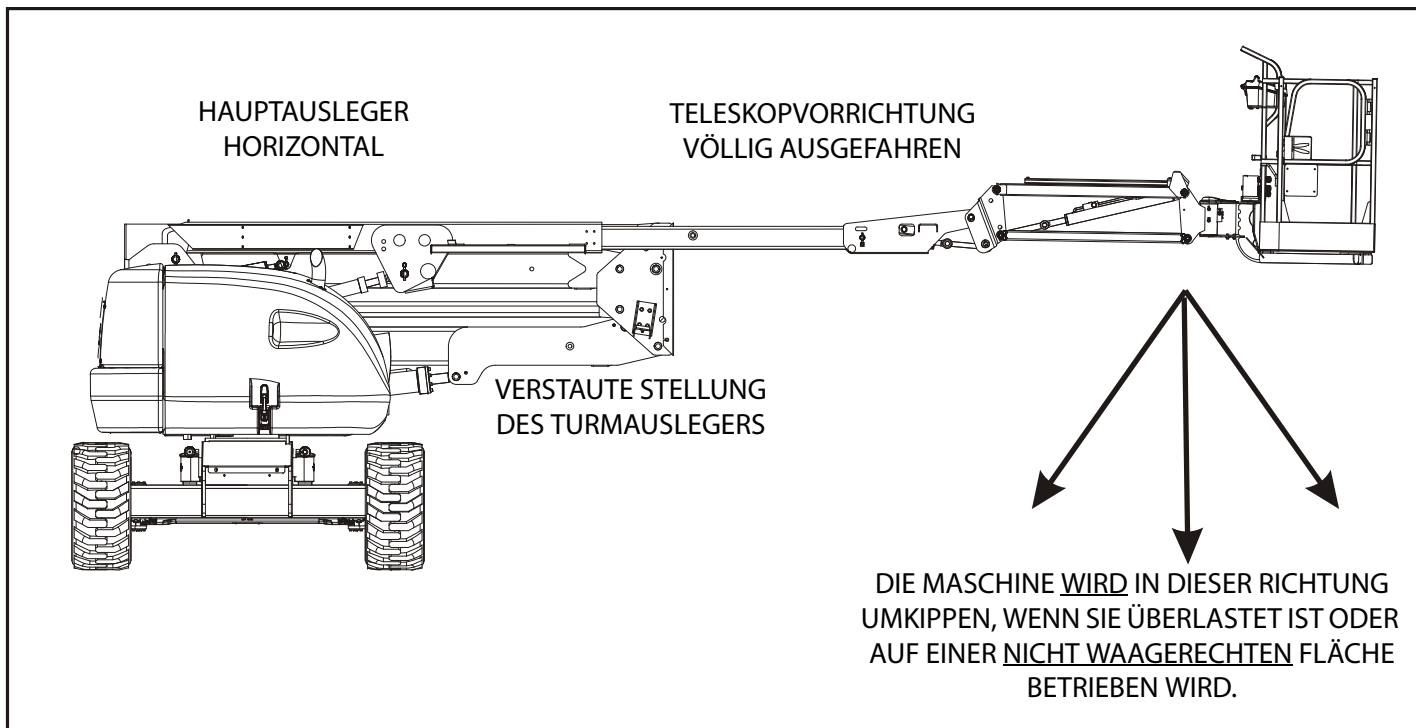

Abbildung 4-1. Stellung der geringsten Vorwärtsstabilität
Die Stabilität der Maschine beruht auf zwei (2) Bedingungen, die als VORWÄRTSSTABILITÄT und RÜCKWÄRTSSTABILITÄT bezeichnet werden. Die Maschinenstellung mit der geringsten VORWÄRTSSTABILITÄT ist in (Siehe Abbildung 4-1.) und die Stellung mit der geringsten RÜCKWÄRTSSTABILITÄT in (Siehe Abbildung 4-2.) dargestellt.